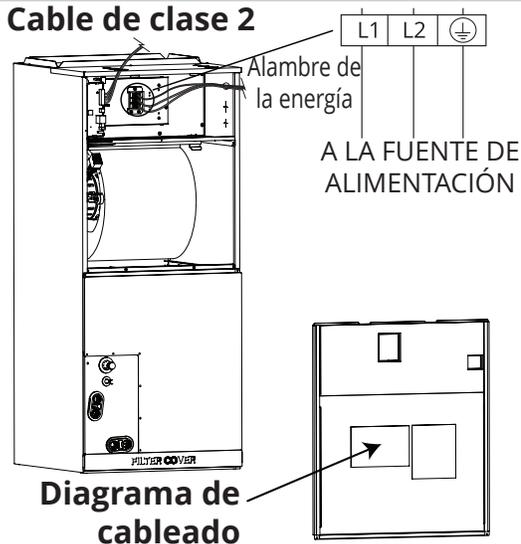

Figura 7.2
4. Conecte correctamente el cableado sujetando de forma segura el terminal en forma de u o anillo de cada cable al terminal correspondiente en el bloque de terminales. Consulte el número de serie de la unidad y el diagrama de cableado ubicado en la cubierta de la caja de control eléctrico (Figura 7.2). **NOTA: Para obtener ilustraciones más detalladas de las diferentes variaciones de conexiones de cableado, según su aplicación específica, consulte los diagramas de cableado en las páginas 47-50.**